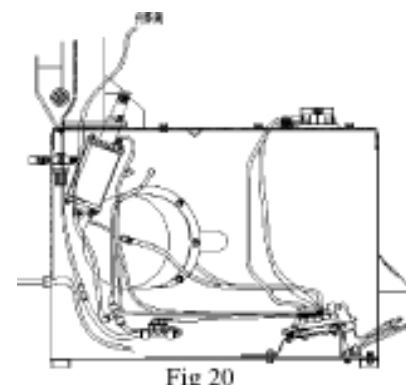

Fig 20
4. Освободите шину от нажимающей нижней головки, удалите верхнюю головку нажима шины. Отожмите шину и вставьте поднимающийся рычаг в между ободом и бортом около установленной головки. Передвиньте нажимную головку на противоположную сторону от установленной головки, отожмите шину в центр и держите шину на установленной головке, помогая доп.рукой. (Рис. 20)